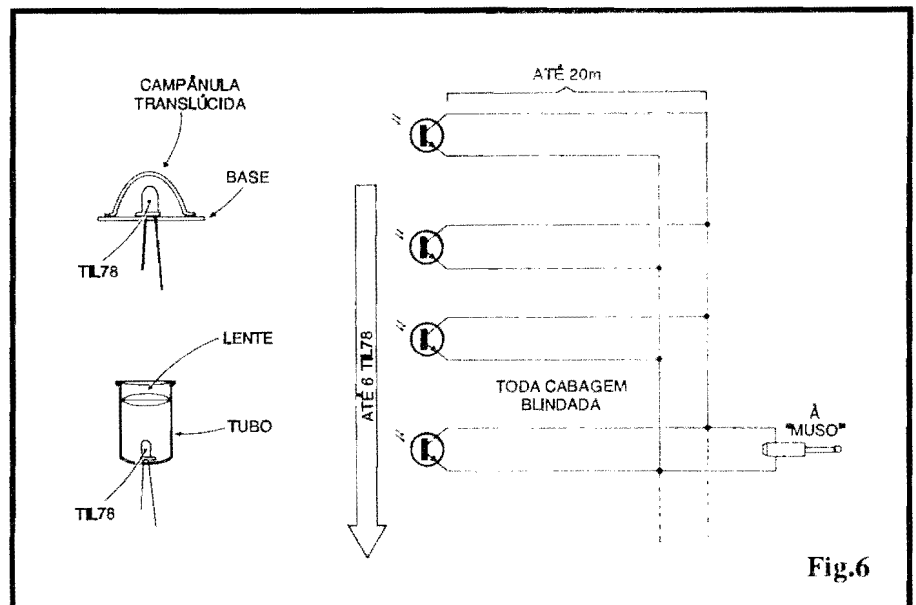

Fig.6
- FIG. 6 - ACOMODAÇÃO ÓTICA DOS SENSORES, E POSSIBILIDADES DE MÚLTIPLO SENSOREAMENTO...
São muitas, como já foi dito, as possibilidades de utilização prática do sistema... Ambientes diversos podem ser controlados através de sensores com campânula translúcida (ver fig. 6), de modo que, à noite, se a lâmpada do local for acesa, a MUSO perceberá o fato, acionando a carga escolhida, via relê... Também objetos ou locais muito específicos podem ser controlados, tanto via foto-transistores "nús" quanto com sensores "entubados" e dotados de lentes (ver a mencionada figura 6...). Num exemplo prático, em ambiente naturalmente iluminado, objetos valiosos podem ser protegidos contra roubo simplesmente colocando os próprios ditos cujos **sobre** um sensor da MUSO, que assim, "verá", imediatamente, qualquer tentativa de remoção do tal objeto!